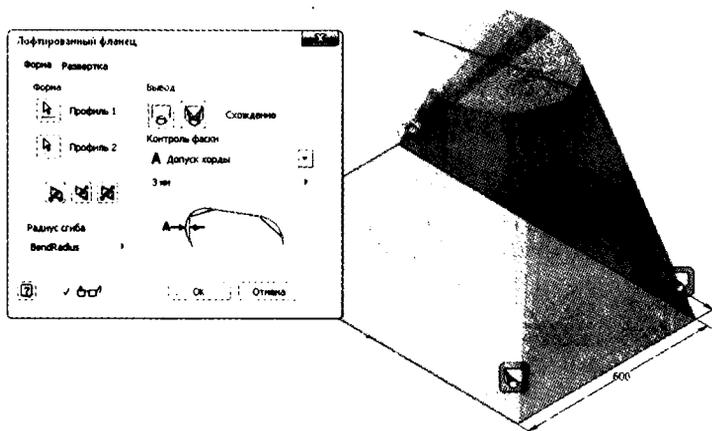

Рис. 10.19. Возможность увидеть переходы может помочь сделать выбор
5. Вернитесь к опции **Кромкогибочный пресс** и установите **Допуск хорды** 3 мм, как показано на рис. 10.19.